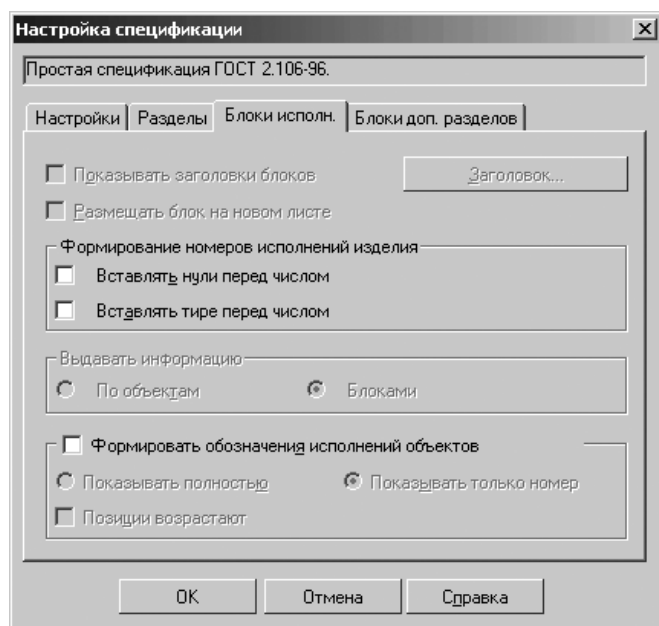

Рис. 9.62. Диалоговое окно **Настройка спецификации** с открытой вкладкой **Блоки исполнения**
- щелкните в диалоговом окне **Настройка интерфейса** по вкладке **Блоки исполнения**. Откроется вкладка **Блоки исполнения** (рис. 9.62);